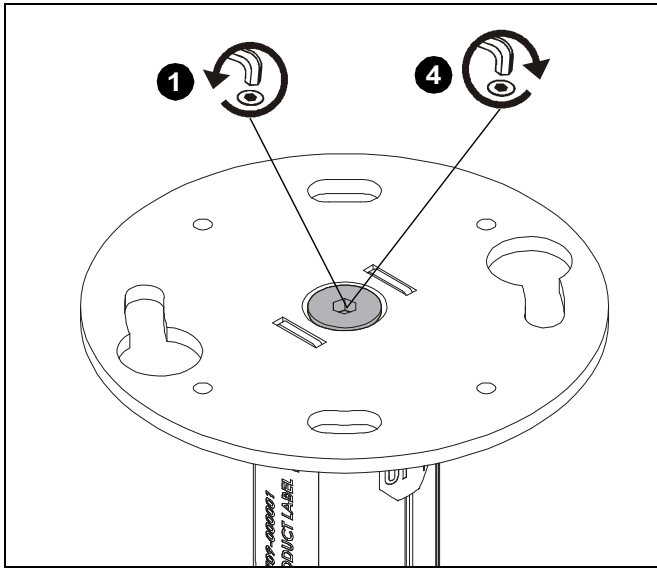

Figure 1
**NOTE:** Le remplacement des vis à tête ronde standard avec des vis de sécurité (H) est en option selon les préférences de l'utilisateur. Si vous n'installez pas les vis de sécurité, passez à la section « Raccordement au plafond ».
1. Desserrez le boulon au dessus du support de série KITEC/ KITMC (E) en tournant le boulon en 1 à 2 rotations complètes. (Voir la Figure 1)
4. Serrez le boulon au dessus du support de série KITEC/ KITMC (E). (Voir la Figure 1)